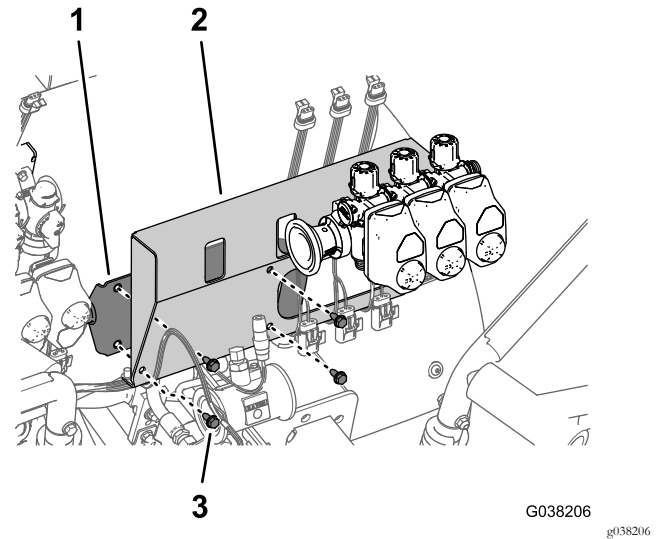

Figura 49
1. Allineate i 4 fori nella staffa della valvola di sezione con i 4 fori nel supporto (Figura 49).
2. Montate la staffa della valvole di sezione sul supporto della staffa (Figura 49) con i 4 bulloni a testa flangiata (5/16 x 3/4") rimossi al passaggio 1 di Rimozione delle valvole di sezione delle barre, dei flessibili di alimentazione e del supporto delle valvole di sezione (pagina 13).